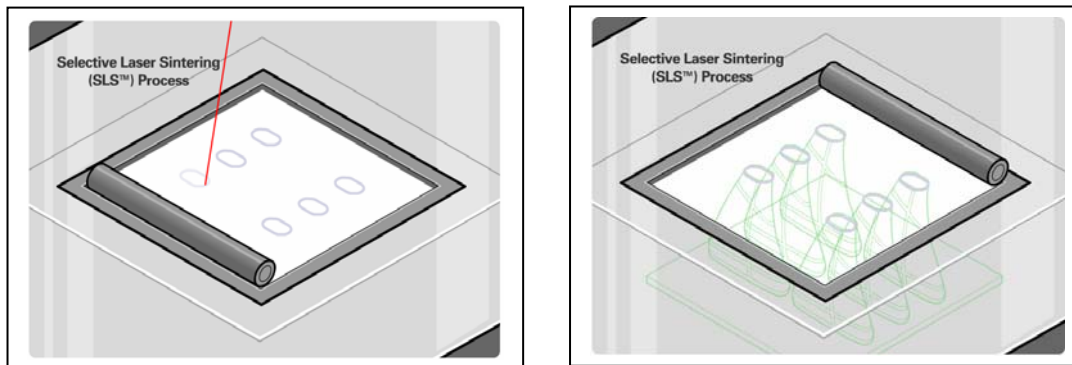

Рис. 3 Послойное построение модели по STL-файлу .
2. В **RP**-машине производится послойное построение модели, рис. 3